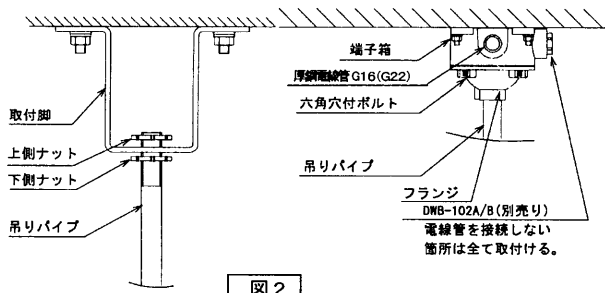
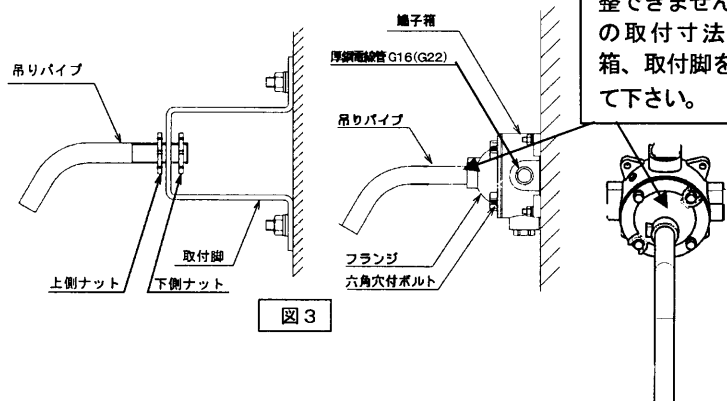

図 2
図 3
4. ブラケットライト器具は本体に対して壁面側に直角に向くように取付けてください。【図3】
5. 本体Aの吊りパイプの先端から下側ナットを止まるまでねじ込み、吊りパイプを取付脚の穴に通し、上側ナットをねじ込んで仮止めしてください。【図2】
8. フランジのねじ込みを調整し穴位置をあわせ端子箱に六角穴付ボルトで確実に固定してください。【図2】【図3】